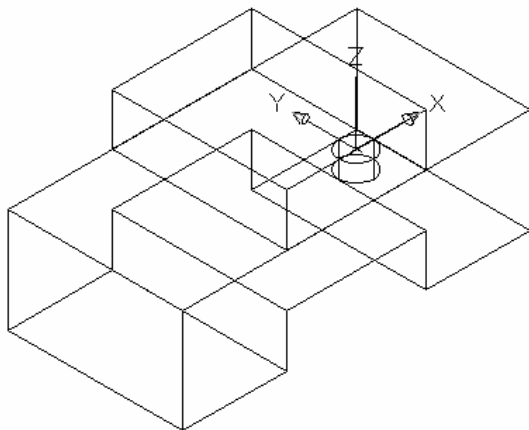

图 9-42
(9)移动 UCS 到小矩形的上方,捕捉中点,选择绘图工具栏上的按钮,绘制一个半径为 15 的圆。在将其拉伸为-5。如图 9-42 所示: